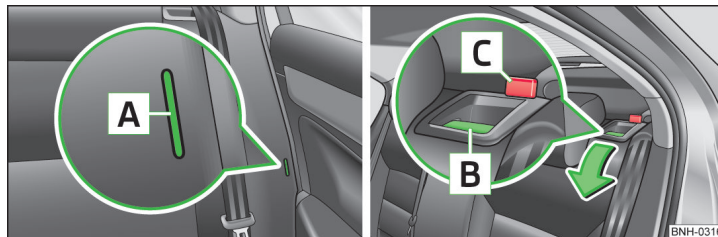

Abb. 57 Öffnung zum Einstecken der Schlosszunge / Sitzlehne vorklappen
- Die Schlosszunge des Sicherheitsgurts in die Öffnung **A** » Abb. 57 in der Seitenverkleidung stecken - Sicherheitsposition.